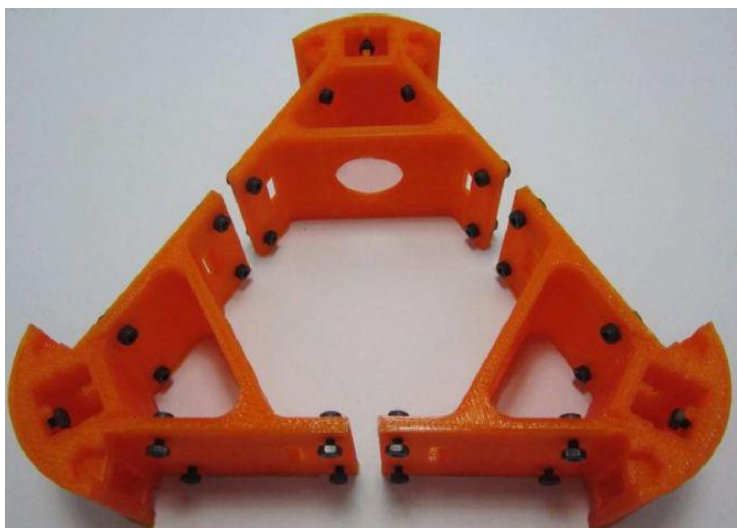

图 5-39 电动机座
- 1) 将螺钉分别安装到三个电动机座上, 如图 5-39 所示。